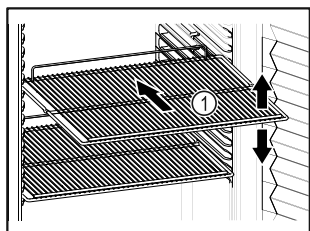

Fig. 40 Vejledende illustration
- Tilpas højden, når bæreristene Fig. 40 (1) kan flyttes.